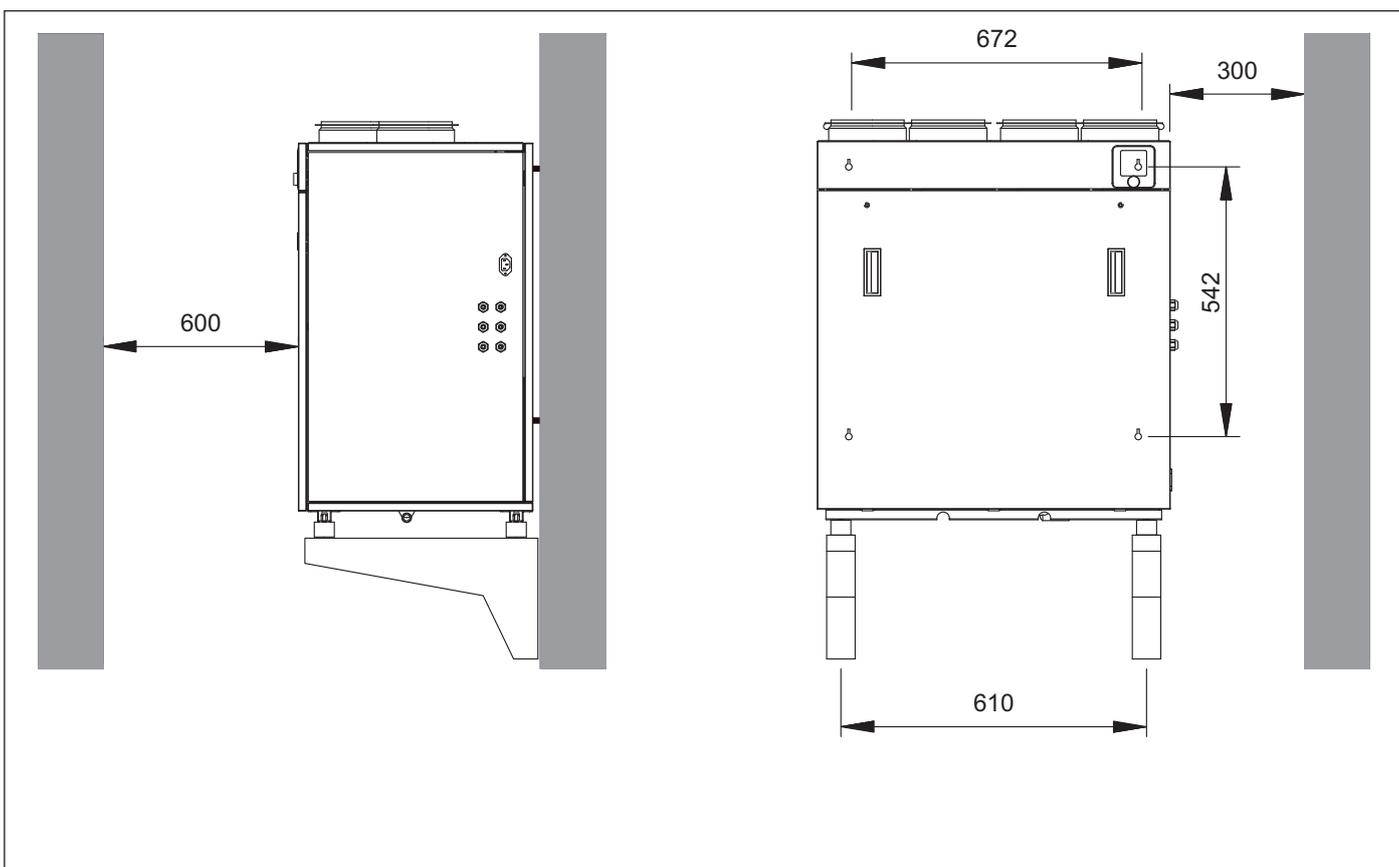

fig. 3
- Verificare che i punti di fissaggio siano allineati ed in piano e segnarli sulla parete in base alle quote indicate in fig. 3; prevedere il necessario spazio superiore per le connessioni aerauliche e per i loro ingombri di curva
- Check that the fixing points are aligned and coplanar; sign the position of the fixing points on the wall, according to the dimensions shown on fig. 3; leave the upper needed space for all duct connections and their bend sizes.